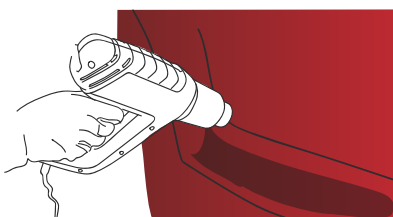

Figure 12
- › Le travail étant terminé, réchauffer toutes les parties creuses qui ont subi une forte déformation à 80 °C - 90 °C pour thermoformer le produit définitivement (FIG. 12).